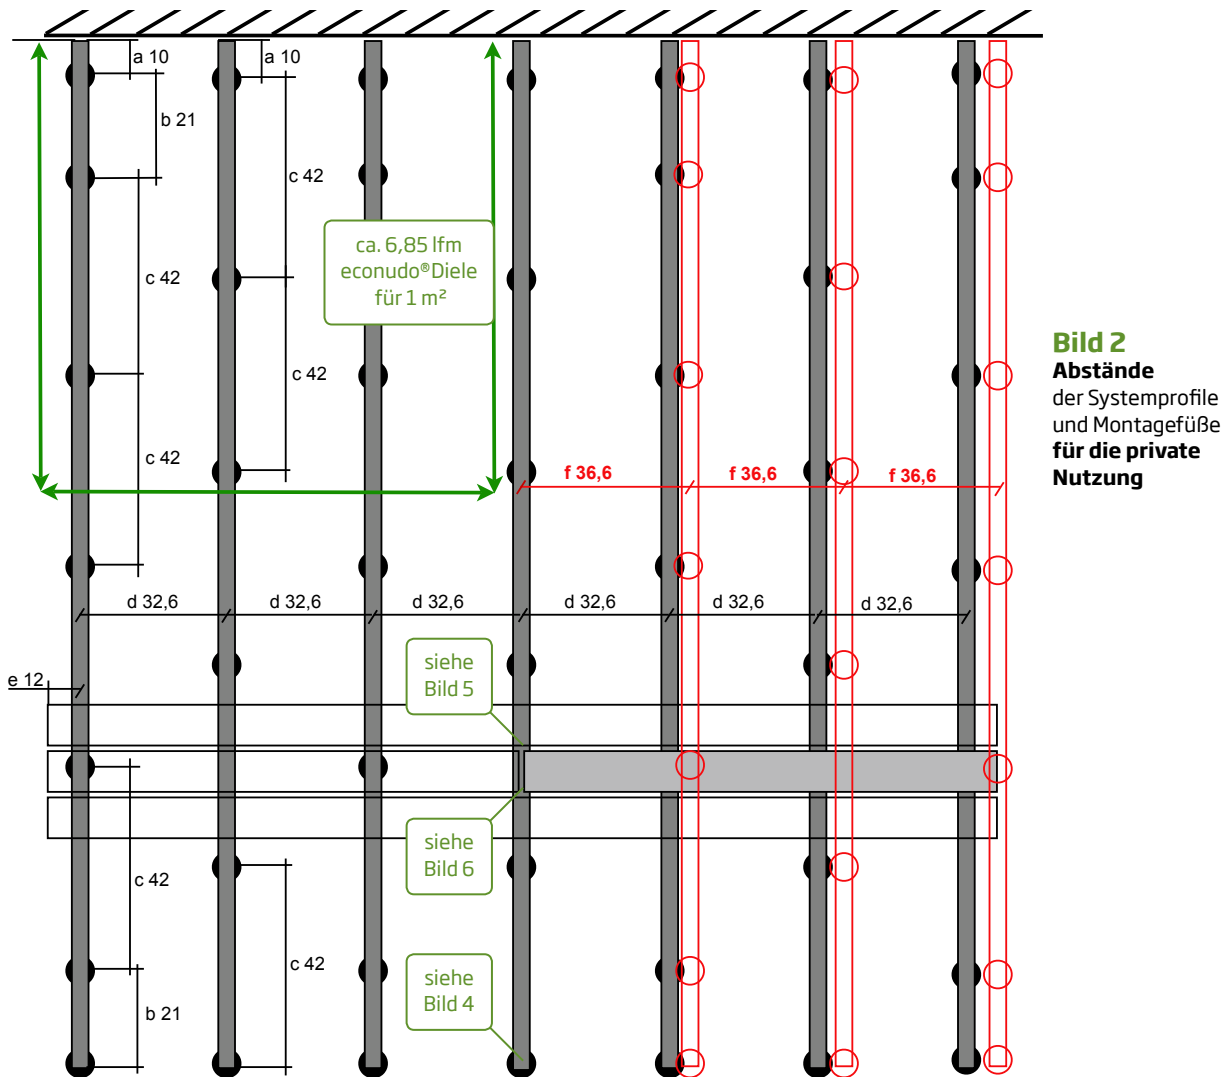
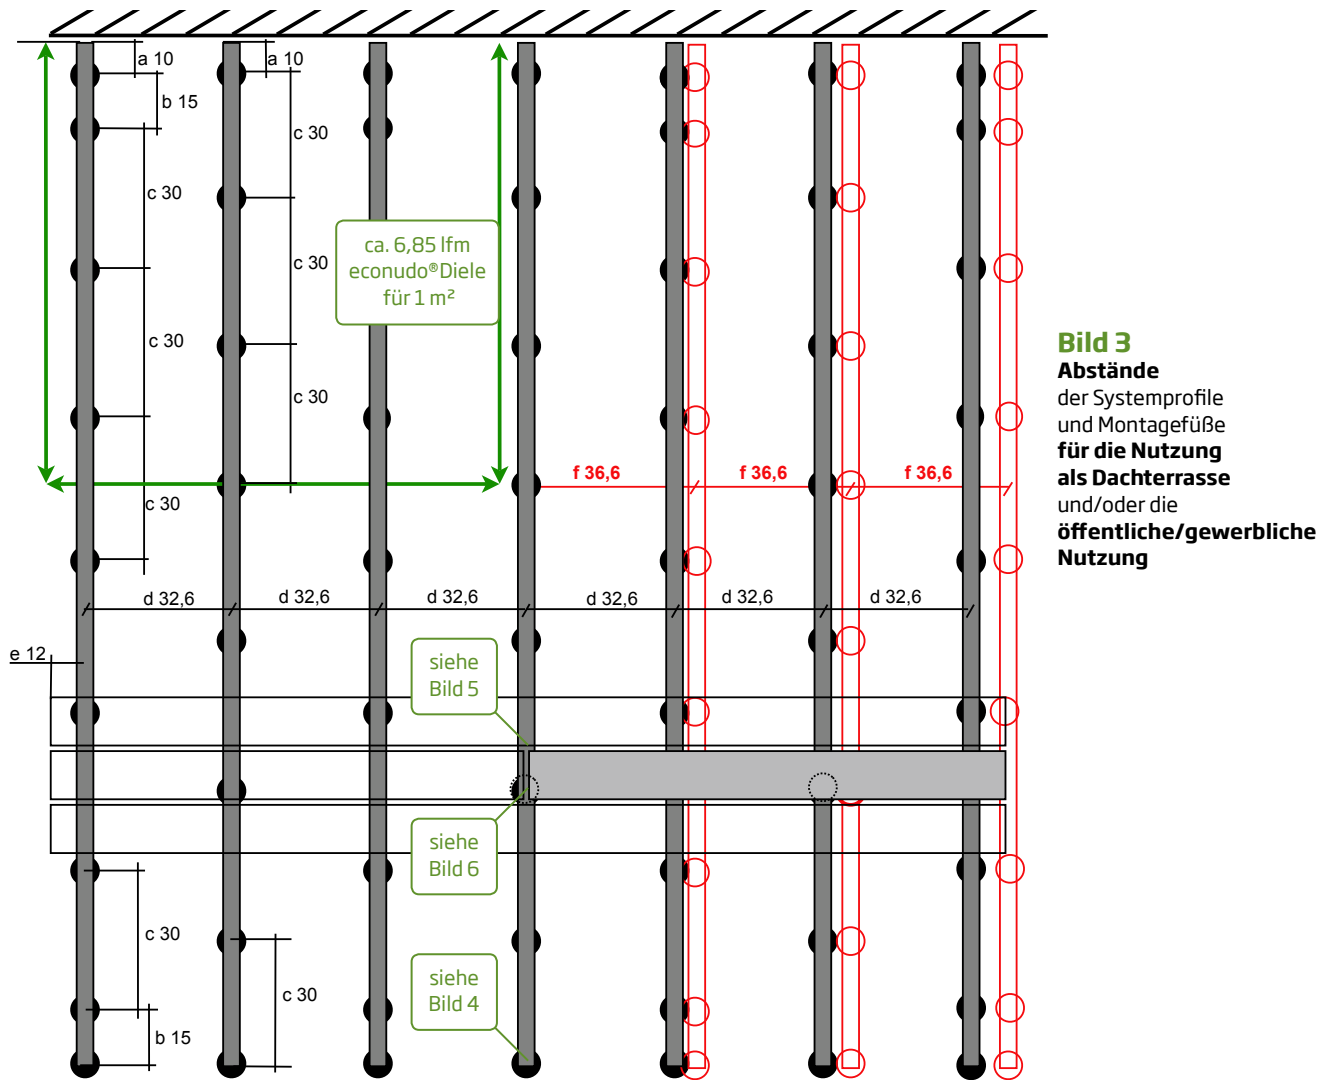

Bild 2
Bild 3
- Berücksichtigen Sie die unterschiedlichen Montagevorgaben für die private Nutzung bzw. für die öffentliche/gewerbliche Nutzung und/oder die Nutzung als Dachterrasse (siehe Punkt 3.2, sowie Bild 2 und 3)!
- Die Vorgaben für die maximalen Auflager- und Befestigungsabstände sind zu beachten (siehe Bild 2 und 3).
- Die Vorgaben für die Abstände zu festen Bauteilen sind zu beachten (siehe Bild 2 und 3).
Positionieren Sie die so vorbereiteten Systemprofile in Richtung des Gefälles auf dem vorbereiteten tragfähigen Untergrund. Halten Sie vor Kopf einen Abstand von 2 - 3 cm zu allen festen Bauteilen ein. Richten Sie die restlichen Profile im Abstand (siehe Bild 2 oben) zu einander aus. Prüfen Sie erneut die Ebenheit und das Gefälle der Unterkonstruktion.
Positionieren Sie die so vorbereiteten Systemprofile in Richtung des Gefälles auf dem vorbereiteten tragfähigen Untergrund. Halten Sie vor Kopf einen Abstand von 2 - 3 cm zu allen festen Bauteilen ein. Richten Sie die restlichen Profile im Abstand (siehe Bild 3 oben) zu einander aus. Prüfen Sie erneut die Ebenheit und das Gefälle der Unterkonstruktion.
Positionieren Sie die so vorbereiteten Systemprofile in Richtung des Gefälles auf dem vorbereiteten Untergrund. Halten Sie vor Kopf einen Abstand von 2-3 cm zu allen festen Bauteilen ein. Richten Sie die restlichen Profile im Abstand (siehe Bild 2 oder Bild 3) zueinander aus. Prüfen Sie erneut die Ebenheit und das Gefälle der Unterkonstruktion.